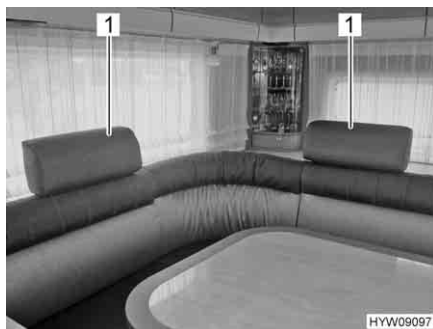

Fig. 14 Poggiatesta (separati)
- Fissare i poggiatesta (Fig. 14,1) tra il cuscino dello schienale e la parete.